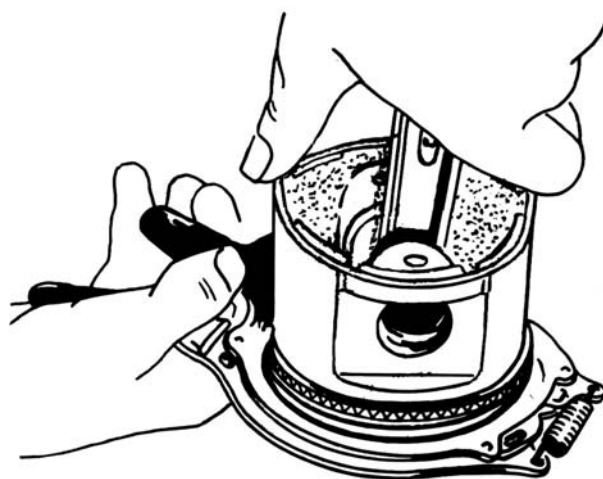

Рис. 3.1.47. Снятие поршневых колец с поршня съемником
- при помощи съемника (рис. 3.1.47) снять с поршней компрессионные и маслосъемные кольца;